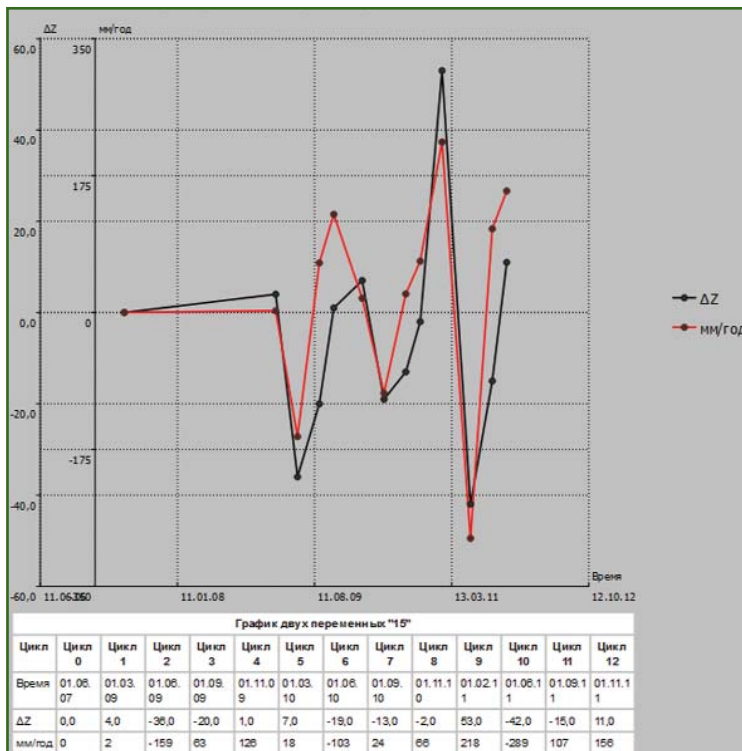

Рис. 6
- двух переменных величин, изменяющихся во времени (рис. 6);